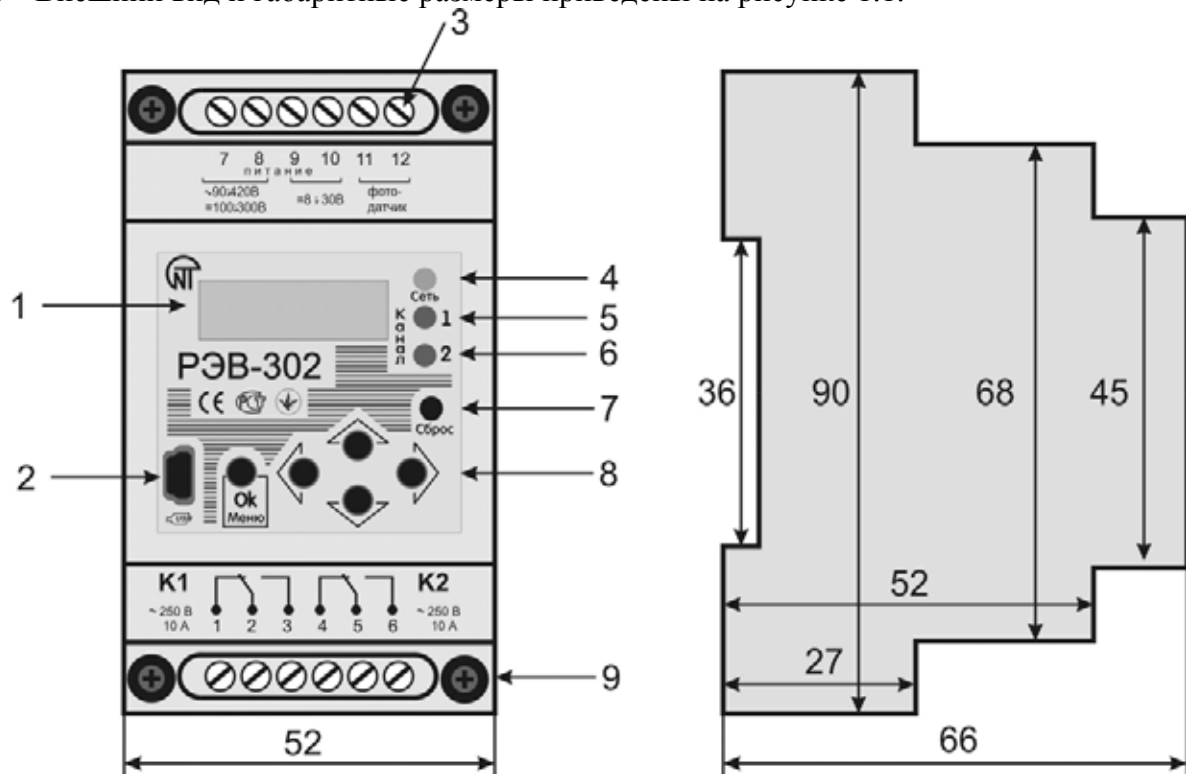

Рисунок 1.1. Внешний вид и габаритные размеры.
- убедиться, что РЭВ-302 отключен от сетевого напряжения и источника постоянного тока (контакты 7-10, рис. 1.1);